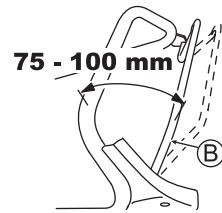

Fig. 26
Réglez de telle façon que la machine fonctionne (l'embrayage s'engage) lorsque la distance entre le Levier d'embrayage (B) et la poignée est de 75 - 100 mm ainsi qu'ilustré dans la Fig. 26.